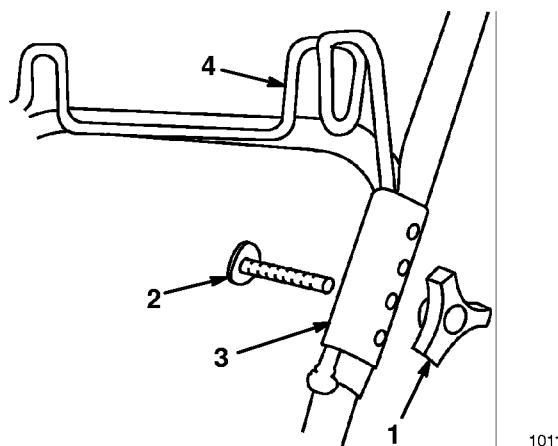

Figure 42
1. Retirer le bouton et le boulon fixant les parties supérieure et inférieure du côté gauche du guidon (Fig. 42).
1. Le moteur étant à l'arrêt, décrocher le sac du porte-sac arrière. Retirer les boulons et boutons qui fixent les colliers du porte-sac aux mancherons (Fig. 42). Les colliers du porte-sac présentent quatre trous de réglage.